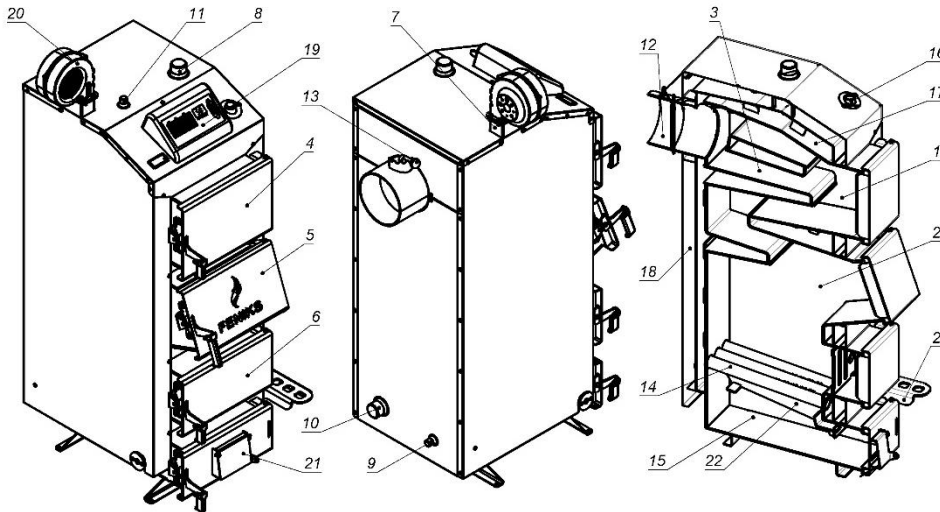

Рисунок 2 – Зовнішній вигляд та основні елементи котла
Конструктивно котел являє собою збірно-зварену конструкцію, що складається з корпуса (поз. 1, рис. 2) з камерою згоряння (топкою) (поз. 2, рис. 2). Конвекційна частина котла складається з багатоходового теплообмінника (поз. 3, рис. 2) комбінованого типу – чотирьох горизонтальних полиць. Теплообмінник розташований безпосередньо над топкою.
Корпус котла виконаний в формі паралелепіпеду з подвійними стінками, які розділені водними перегородками (поз. 17, рис. 2). На зовнішній поверхні корпуса під декоративною обшивкою закріплена теплова ізоляція. (поз. 18, рис. 2).
Паливо для процесу спалення завантажується на колосникові ґрати (поз. 14, рис. 2) крізь завантажувальні дверцята (поз. 5, рис. 2). Колосникові ґрати виконані з товстостінних безшовних труб по яких постійно циркулює вода з водяної оболонки котла. Згоряння палива в топці відбувається за участю повітря, яке постачається під колосникові ґрати припливним вентилятором (поз. 20, рис. 2). Кількість повітря, необхідного для процесу згоряння, регулюється автоматично блоком автоматики управління (поз. 19, рис. 2), або за допомогою терморегулятора.
Підведення і відведення теплоносія здійснюється відповідно через патрубки зворотної мережної води (поз. 9, рис. 2) і прямої мережної води (поз. 8, рис. 2).
Топочні гази виходять у димохід крізь боров (поз. 12, рис. 2), розташований у задній частині котла. Боров обладнано вбудованим дросельним клапаном продуктів згоряння – шибером (поз. 13, рис. 2). У випадку надто високої тяги у димоході шибер дає можливість її знизити шляхом часткового перекривання вихідного отвору борова.
Зола, яка утворюється в процесі згоряння палива, зсипається в нижню частину корпуса - зольник (поз. 15, рис. 2).
- з вентилятор та блоком автоматичного управління – припливним вентилятором (поз. 20, рис. 2) під колосникові ґрати та через бокові форсунки по каналу подачі повітря. Кількість повітря, необхідного для процесу згоряння, регулюється автоматично контролером (поз. 19, рис. 2).
У верхній частині корпуса котла розташований штуцер для встановлення запобіжного клапана або групи безпеки котла (поз. 11, рис. 2).
Для можливості встановлення вентилятора зверху корпуса котла ,передбачений отвір, який заглушено кришкою (поз. 7, рис. 2).
Ревізійний дверцята (поз. 6, рис. 2), що розташовані на передній стінці котла, необхідні для періодичного чищення колосникових ґрат, а також для можливості спорожнення – зольника.
Для можливості періодичного обслуговування (чищення) теплообмінника передбачені дверцята у верхній частині котла (поз. 4, рис. 2).
Регулятор тяги необхідно приєднати до патрубку з внутрішньою різьбою, який знаходиться у верхній частині корпусу (рис. 2). Різьбове з'єднання при цьому потрібно ущільнити. Регулятор повернути таким чином, щоб наконечник для закріплення шестигранного важеля (з комплекту регулятора) був направлений вправо.